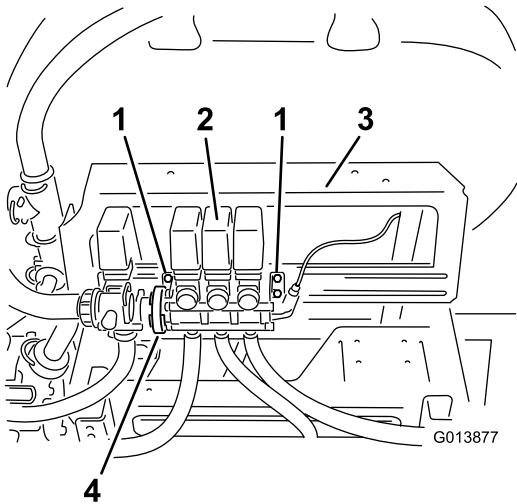

Figura 4
1. Allentate i bulloni che fissano il gruppo valvole della barra alla staffa di montaggio, senza rimuoverli (Figura 4).
2. Allentate il morsetto senza fine esistente che fissa la valvola dell'agitatore al gruppo valvole della barra (Figura 4).